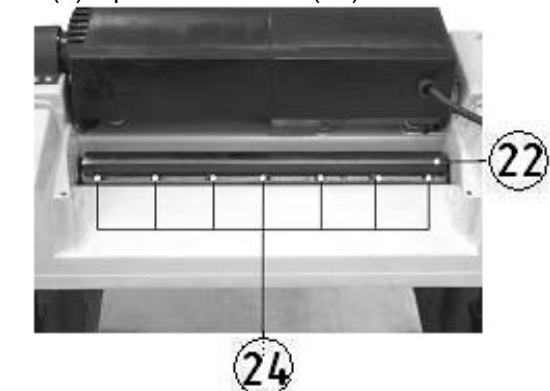

Рис.11
12.2.2. Ослабьте прижимную планку (22) и нож (23), вращая фиксирующие винты (24) по часовой стрелке, Рис. 11, 12. Ножи (23) подпружинены и выйдут из паза, как только узел фиксации ослабнет.